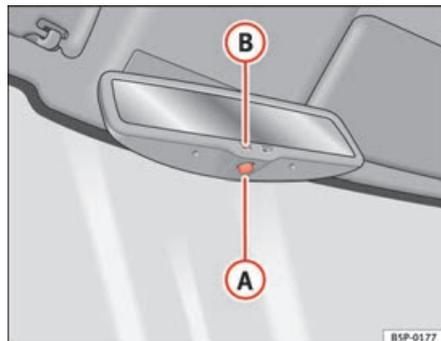

Fig. 90 Rétroviseur intérieur avec réglage automatique de position anti-éblouissement.
- Appuyez sur la touche (A) ⇒ fig. 90. Le témoin (B) s'éteint.
- Appuyez sur la touche (A) ⇒ fig. 90. Le témoin s'allume.